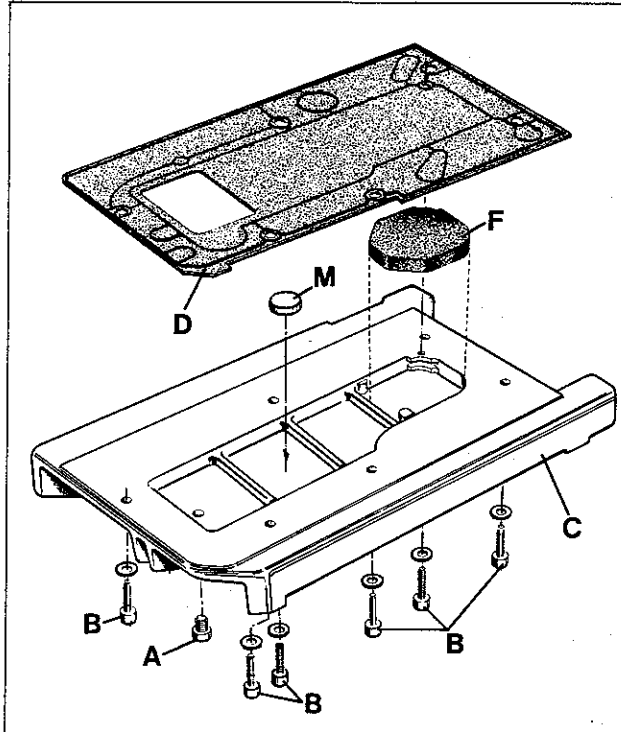

Fig.12
1. Drain the oil at plug screw (A, Fig. 12) in the bottom cover of the machine.
2. Unscrew the six screws (B, Fig. 12) for the bottom cover (C) and remove bottom cover and gasket (D).
3. Remove the magnet (M, Fig. 12), which accumulates metallic foreign materials, from the second oil sump chamber from the left in the bottom cover and clean it.
4. Remove the filter (F, Fig. 12) from the right oil sump chamber in the bottom cover and clean it in petroleum, or replace it by a new one (part No. 999-254 J).
6. Insert plug screw (A, Fig. 12) in the bottom cover, place the magnet (M) in the second from the left and the filter (F) in the right oil sump chamber.
7. Remount bottom cover with gasket. Make sure that the surfaces on machine bed and bottom cover for the gasket are absolutely clean! Torque the six screws (B, Fig. 12) carefully to 22,6 - 23,1 Nm (200 - 205 in.lbs.).
1. Lassen Sie das Öl an der Verschlusschraube (A, Fig. 12) in der Grundplatte der Maschine ab.
2. Entfernen Sie die sechs Befestigungsschrauben (B, Fig. 12) für die Grundplatte (C) und nehmen Sie Grundplatte und Dichtung (D) ab.
3. Nehmen Sie den Magneten (M, Fig. 12), der die Aufgabe hat, metallische Fremdkörper anzuziehen, aus der zweiten Ölsumpfkammer von links in der Grundplatte und reinigen Sie ihn.
4. Nehmen Sie den Filter (F, Fig. 12) aus der rechten Ölsumpfkammer der Grundplatte und reinigen Sie ihn in Petroleum, oder verwenden Sie einen neuen Filter (Teil Nr. 999-254 J).
6. Drehen Sie die Verschlusschraube (A, Fig. 12) in die Grundplatte, legen Sie den Magneten (M) in die zweite von links und den Filter (F) in die rechte Ölsumpfkammer.
7. Montieren Sie die Grundplatte mit Dichtung wieder. Beachten Sie, daß die Auflageflächen für die Dichtung, am Gehäuse und an der Grundplatte, absolut sauber sein müssen! Ziehen Sie die sechs Befestigungsschrauben (B, Fig. 12) mit einem Drehmoment von 22,6 bis 23,1 Nm sorgfältig an.